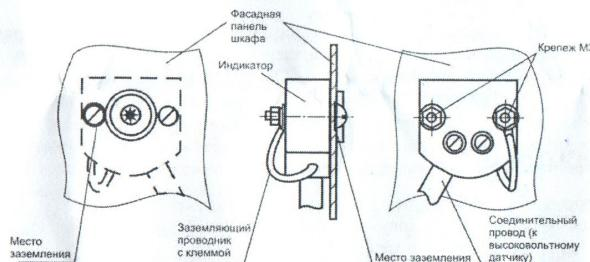

Рис. 2 Блок индикации.
- блоки индикации в количестве 3 шт. (рис.2).
Крепление блоков индикации осуществляется «заподлицо» на заземленных конструкциях (фасадных панелях установок и т.п.), двумя винтами М3 каждый блок (рис.2).
- Зачистить с внешней стороны фасадной панели место вокруг одного из каждой пары отверстий Ø3,5 мм (см. рис. 2) для обеспечения заземления каждого блока индикации.
- Установить блоки индикации. При этом подсоединить клемму заземляющего провода под гайку крепежного винта М3, как показано на рис.2, вставленного в предварительно защищенное для заземления отверстие.